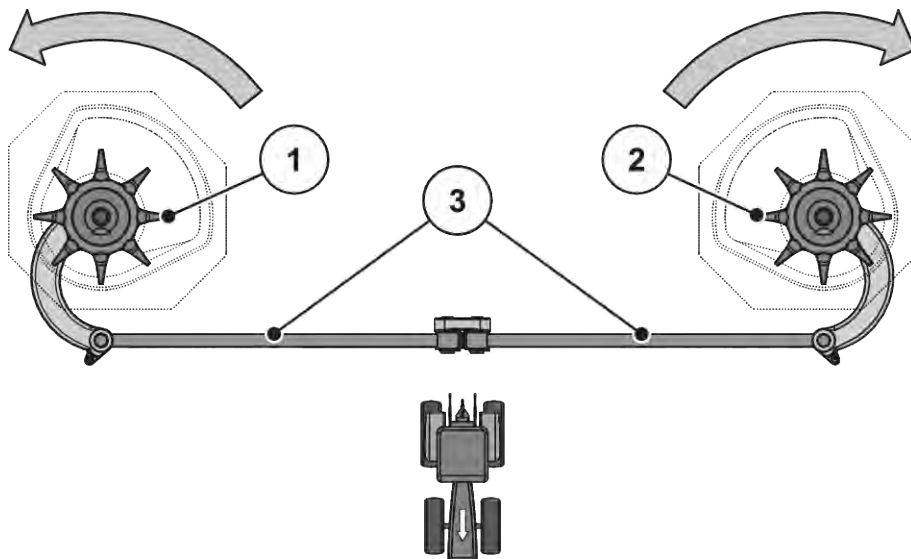

Fig. 60: Kontrol af røreværksdrevet
- Drej rørehovedet med hånden i **spredeskivens rotationsretning**. Se Fig. 60 Kontrol af røreværksdrevet.
- Drej rørehovedet med hånden eller ved hjælp af et oliefilterbånd kraftigt **mod spredeskivens rotationsretning**. Se Fig. 60 Kontrol af røreværksdrevet